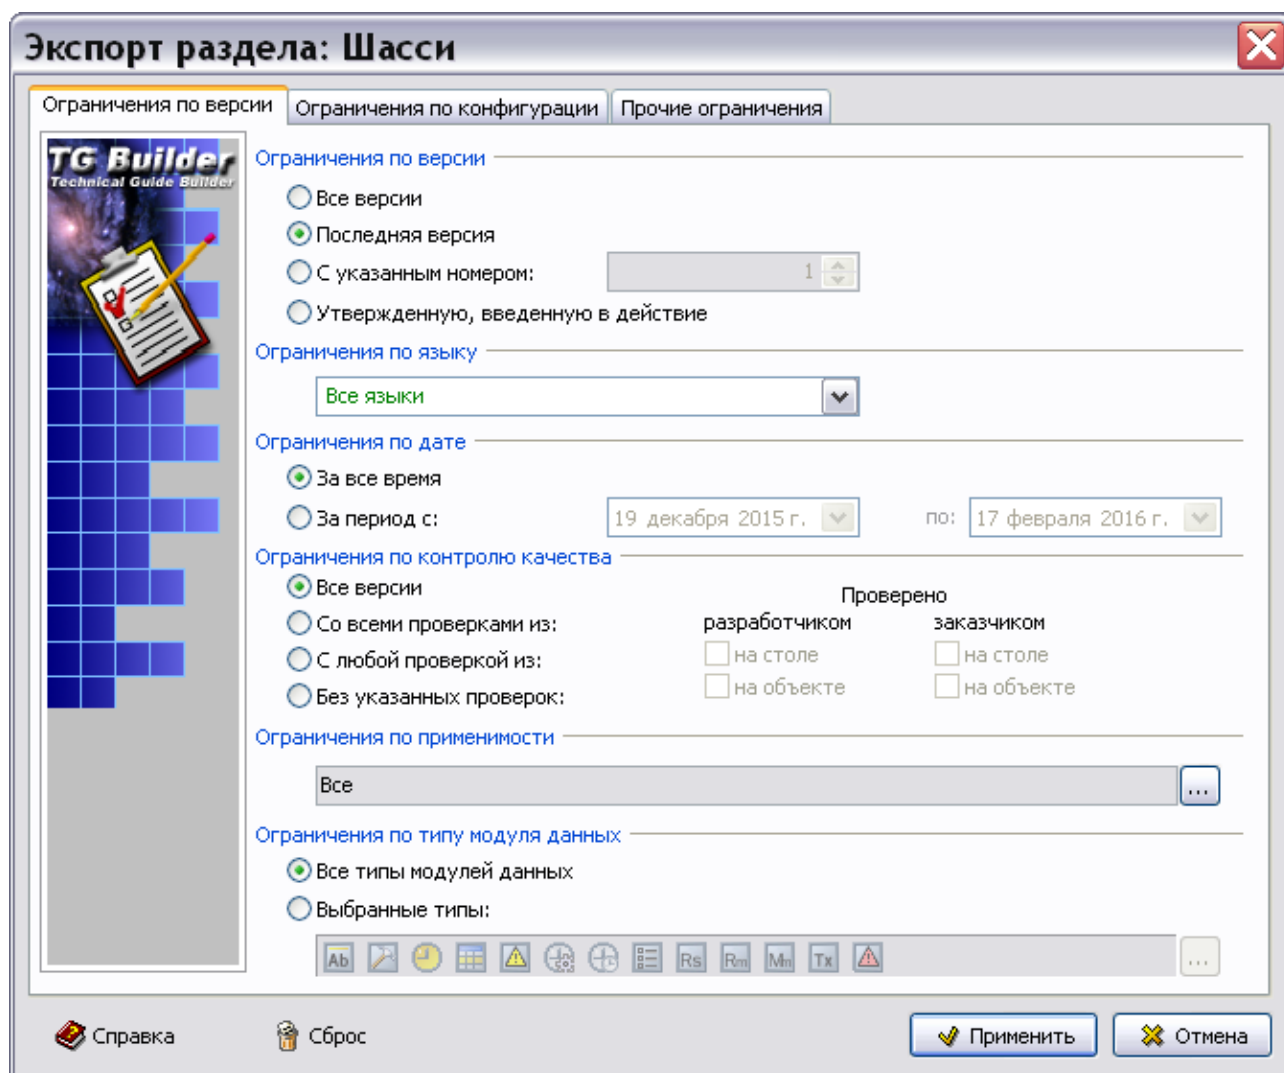

Рис. 21.38
5. С помощью кнопки **Конфигурации и версии**  производится настройка экспортируемой конфигурации и версий модулей данных, входящих в выбранный раздел. По умолчанию экспортируются только утвержденные и введенные в действие МД. При нажатии на эту кнопку появится окно **Экспорт раздела**: с названием выбранного для экспорта раздела (Рис. 21.38).